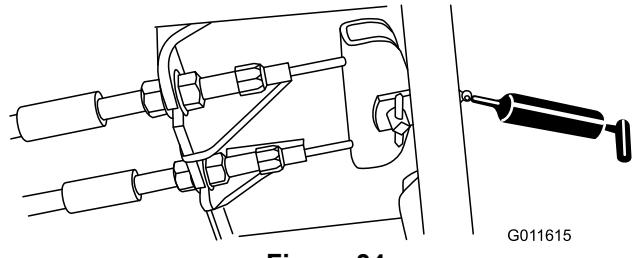

Figure 34
- Pédale de frein (1) (Figure 34)